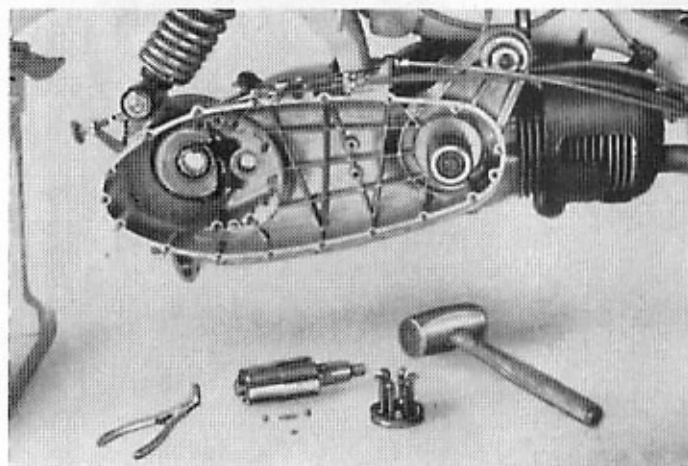

Fig. 13
- 18 Sfilare il corsoio dal secondario, facendo attenzione a non perdere le due sfere e la molla, Vedi fig. 13.